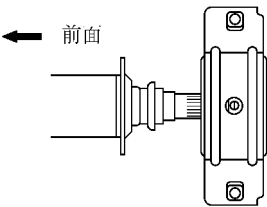

图 13-15 将中间支承轴承装在中间轴上
(1) 将中间支承轴承装在中间轴上，如图 13-15 所示。